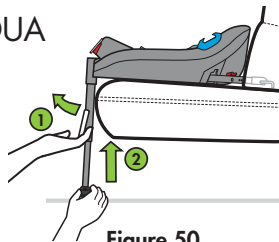

Figure 50
Ajustez le piètement de charge à la position la plus courte en tirant et en maintenant le bas de la poignée de réglage du piètement de charge (1) tout en poussant vers le haut sous le piètement de charge (2), comme indiqué à la **Figure 50**.